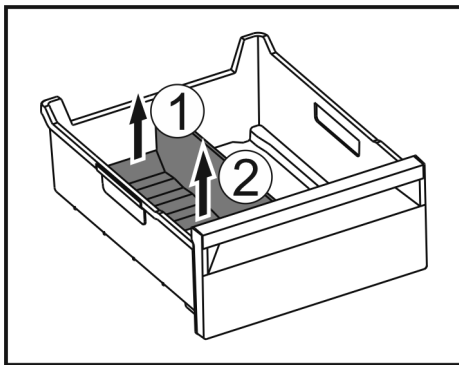

Fig. 164
- Zdvihnite zadnú časť oddelovača zásuvky na ľad. Fig. 164 (1)
- Odoberte oddelovač zásuvky na ľad nahor. Fig. 164 (2)